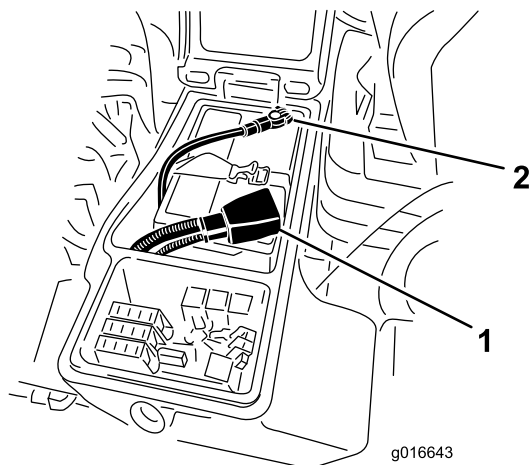

Figure 57
4. Raccordez le câble positif (rouge) de la batterie à la borne positive (+) et le câble négatif (noir) à la borne négative (-) (Figure 57). Fixez les câbles aux bornes avec les vis et les écrous. Assurez-vous que le collier du câble positif (+) est bien engagé sur la borne de la batterie et que le câble est placé tout près de la batterie. Le câble ne doit pas toucher le couvercle de la batterie. Placez le capuchon en caoutchouc sur la borne positive pour éviter les courts-circuits.